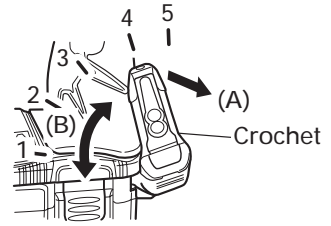

Fig. 5
(1) Ouverture du crochet
- (a) Tirer le crochet vers soi dans le sens de la flèche (A), et le tourner dans le sens de la flèche (B). (Fig. 5)
- (2) Il est possible de régler la direction de la lampe dans la plage des positions 1 à 5 du crochet. (Fig. 5)